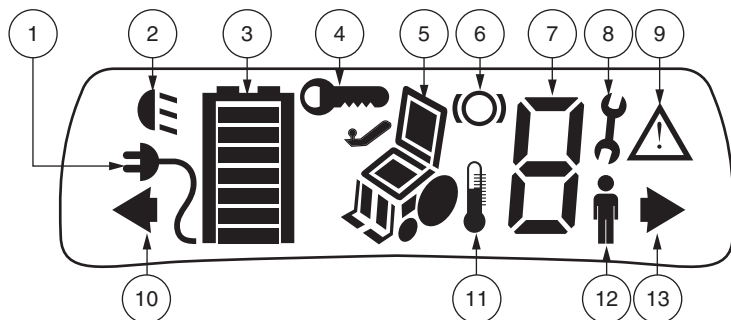

Figure 1. Écran LCD
L'écran présente à l'utilisateur des informations et des réactions sur l'état des batteries, verrouillage, actionneurs, clignotants, programme de fonctionnement, vitesse du fauteuil, mise en garde et notifications de problèmes internes. **Voir la figure 1.**
- **Mise en garde:** Alerte sur des conditions qui peuvent affecter le fonctionnement ou la performance du fauteuil. **Voir la figure 1.**
- **Temperature:** Vous alerte de conditions de température élevée des composantes internes de votre fauteuil motorisé qui pourraient en affecter le fonctionnement et/ou la performance. **Voir la figure 1.**
- **Problème:** Alerte sur des conditions qui affectent le fonctionnement ou la performance du fauteuil. **Voir la figure 1.**